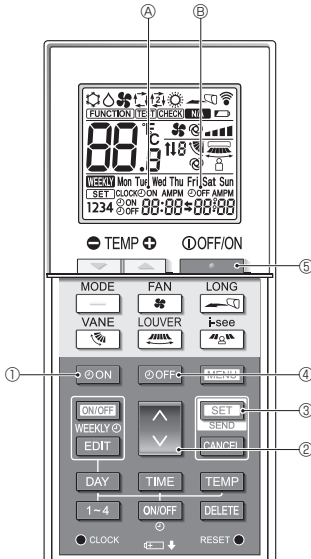

Fig. 4-2
4.5. Utilisation de la minuterie Marche/Arrêt (Fig. 4-2)